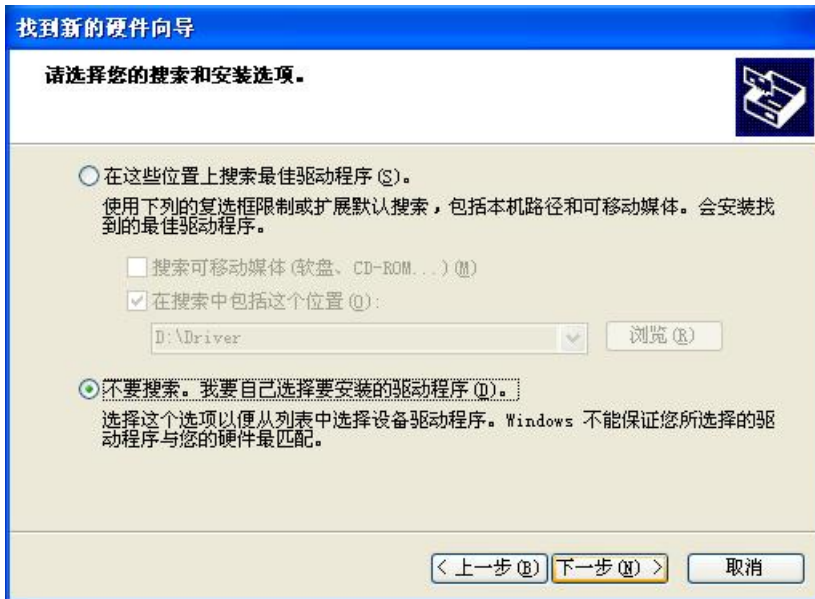

图 2-2 运动控制卡驱动程序安装界面 2
- (2) 在D:\driver找到先前已下载完毕的驱动程序。
(3) 选择“从列表或指定位置安装(高级) (S)”，点击“下一步(N)”。如图2-1及图2-2所示。